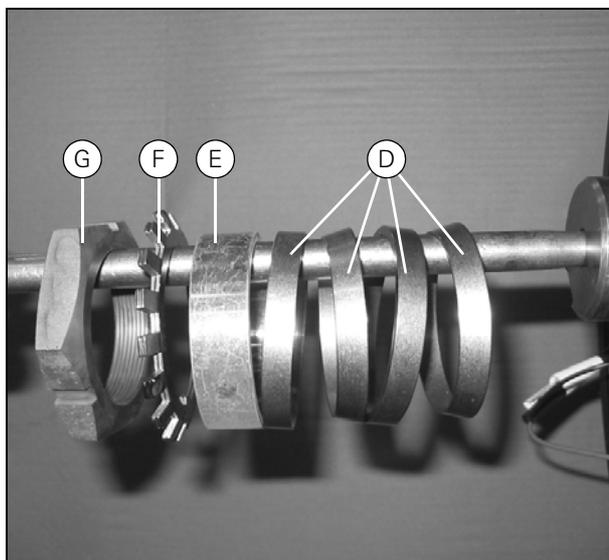

Рисунок 43
- Установите два набора крепежных элементов (D), дистанционную втулку (E), стопорную пластину (F) и центральную гайку (G) в порядке, показанном на (Рис. 43).
- Затяните центральную гайку (G) моментом 600 Нм.